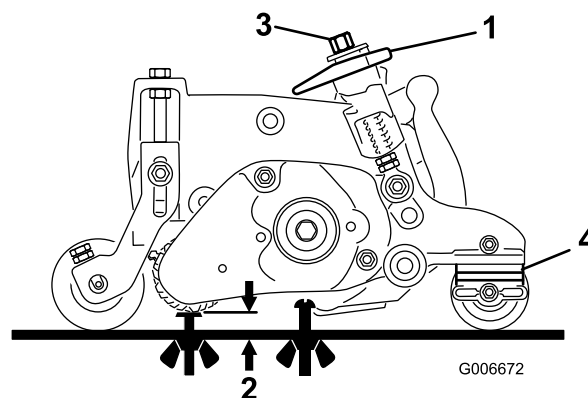

Figura 42
- Portate le leve rapide (Figura 42) in posizione di inserimento (Engaged – l'impugnatura è rivolta verso la parte anteriore dell'apparato di taglio). **Per impostare la barra di riferimento consultate la tabella dei range di altezze di taglio (HOC) e di grooming (HOG) consigliati.**
- Da un lato del cilindro grooming, misurate la distanza tra la punta inferiore della lama grooming e la superficie di lavoro (Figura 42). Girate la manopola di regolazione dell'altezza (Figura 42) per sollevare o abbassare la punta della lama grooming all'altezza opportuna.